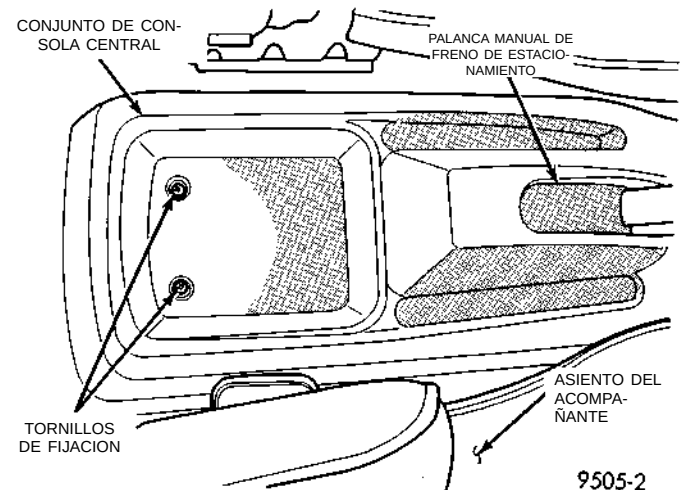

Fig. 43 Tornillos de fijación de la parte trasera de la consola central sin reposabrazos
(1) Retire los tornillos que fijan la parte trasera del conjunto de consola central en el soporte de la consola (Fig. 43) o (Fig. 44).